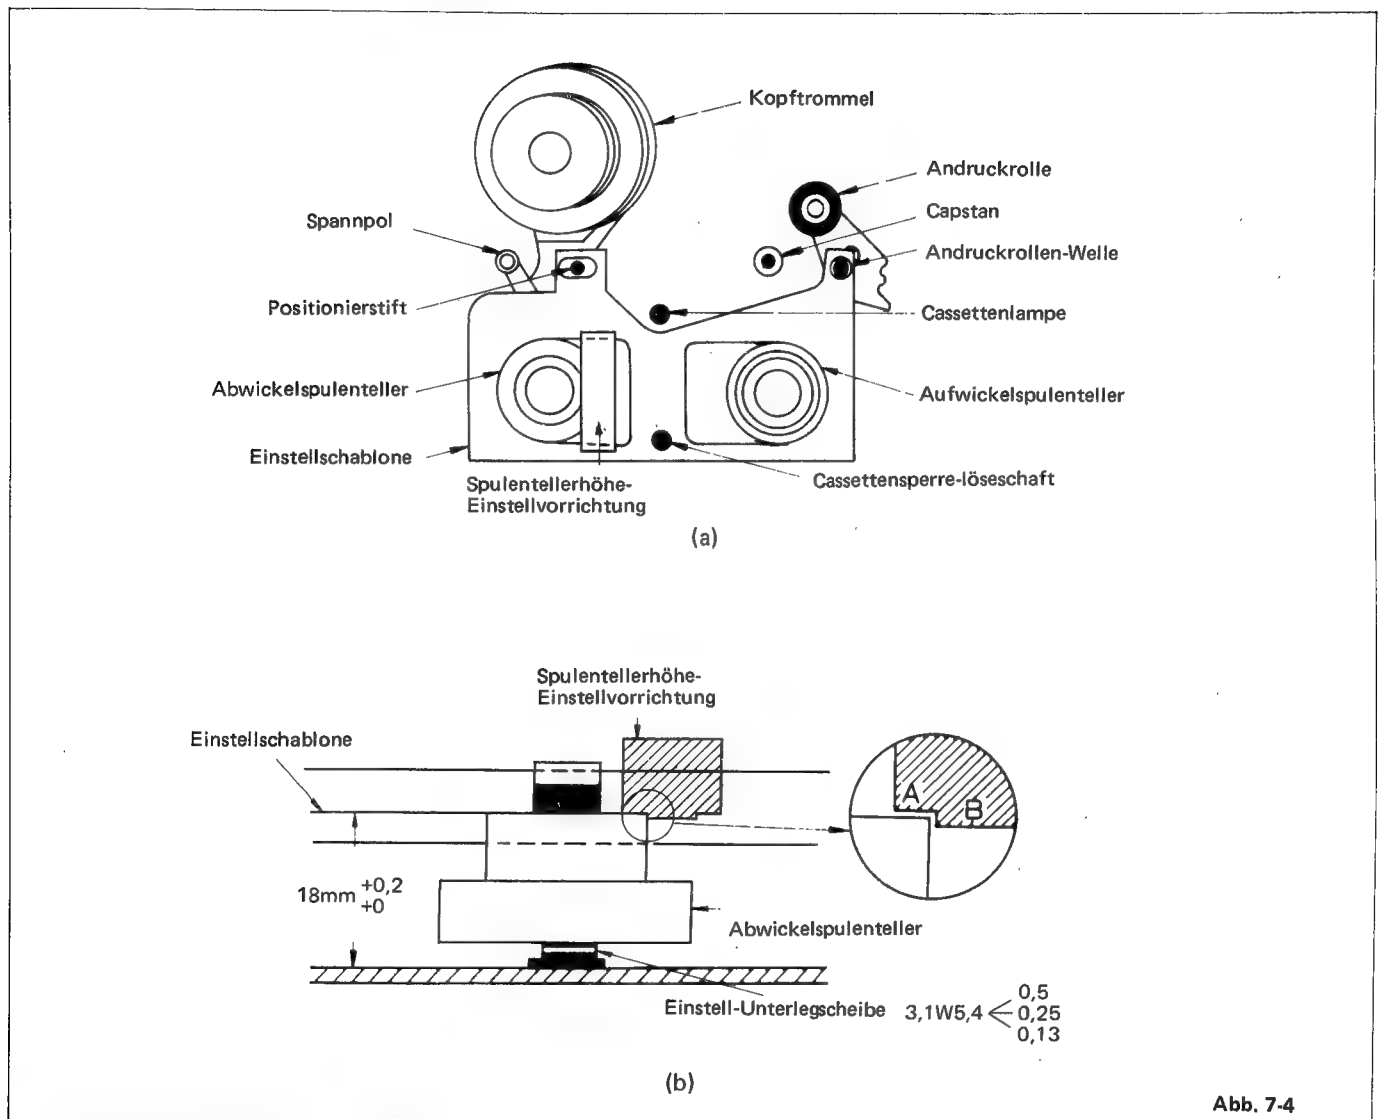

Abb. 7-4
- 1) Das Cassettengehäuse abbauen. Die Einstellschablone, wie aus Abb. 7-4 (a) ersichtlich, in den Mechanismus einsetzen. Hierbei vorsichtig verfahren, um eine Berührung der Kopftrommel zu vermeiden.
- 2) Mit der Spulentellerhöhe-Einstellvorrichtung überprüft man, ob der Spulenteller niedriger ist als A und höher als B (siehe Abb. 7-4(b)). Falls dies nicht der Fall ist, stellt man die Höhe mit der Höheneinstell-Unterlegscheibe ein.